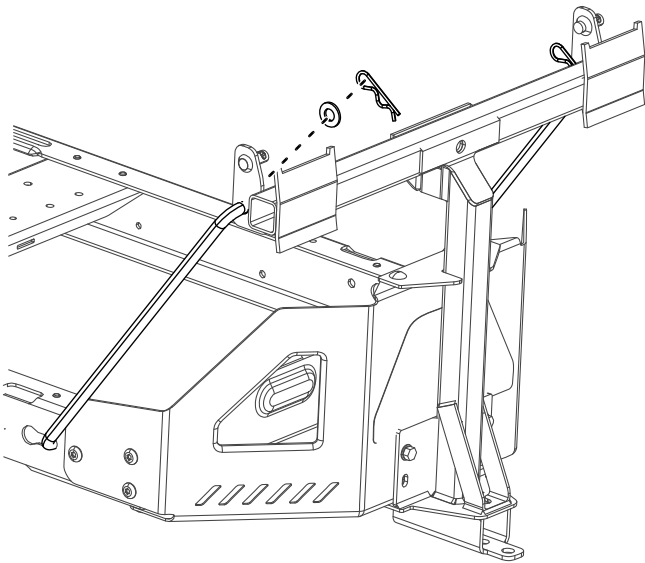

Figura 12
4. Instale el extremo doblado y abocinado de una varilla en la ranura en forma de bocallave del lado izquierdo del bastidor de la máquina, y mueva la varilla hacia atrás para encajarla en el bastidor (Figura 12).
5. Introduzca los extremos doblados de las varillas en la placa de enganche, según se indica en Figura 12, y sujete el extremo de cada varilla con una arandela y una chaveta.
2. Instale los soportes de giro sobre el bastidor de giro (Figura 12).